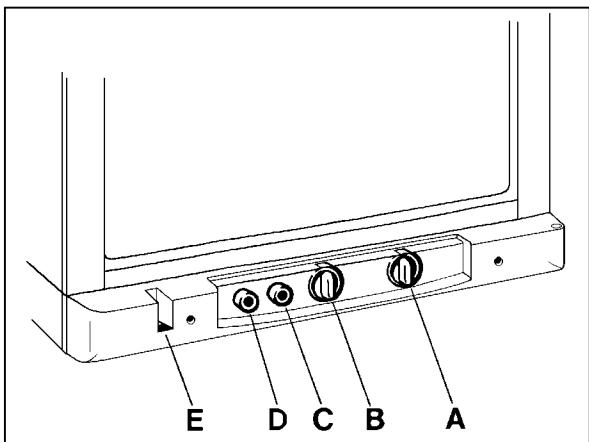

FIG.1
Le réfrigérateur peut fonctionner sur secteur ou au gaz liquéfié. Pour passer de l'un à l'autre de ces modes d'alimentation, il convient de mettre les boutons de commande dans les positions indiquées par la fig. 1. Le sélecteur d'alimentation (A) peut être mis dans la position **I** (= électrique), **Λ** (= gaz) ou **0** (= arrêt).
Les numéros de repérage renvoient à la fig. 1.
Les numéros de repérage renvoient à la fig. 1. Une fois mis en marche, le réfrigérateur demande plusieurs heures pour atteindre la température désirée. La température du réfrigérateur est réglée par un thermostat, dont le bouton (B) doit être mis normalement sur 3-5. Si vous désirez une température plus basse, choisissez alors un chiffre plus élevé.